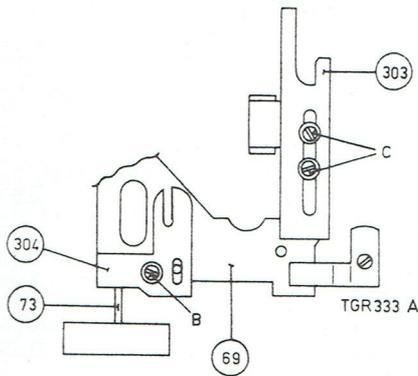

Fig. 14
- 2° Derrerrer les vis B et C sur la fig. 14.
- 7° Resserer la vis de celle-ci (vis B, fig. 14). Le jeu entre la plaquette 304 et le culbuteur 73 doit être supérieur à 0,2 mm.
- 8° Faire glisser la languette 303 dans le bouton-poussoir d'enregistrement 84 et serrer les vis C (fig. 14).